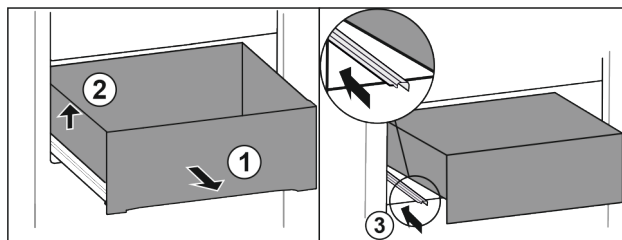

Fig. 12
- ▶ Vytiahnite zásuvku až na doraz. Fig. 12 (1)
- ▶ Nadvihnite zásuvku doľava. Fig. 12 (2)
- ▶ Zasuňte ľavú koľajničku. Fig. 12 (3)